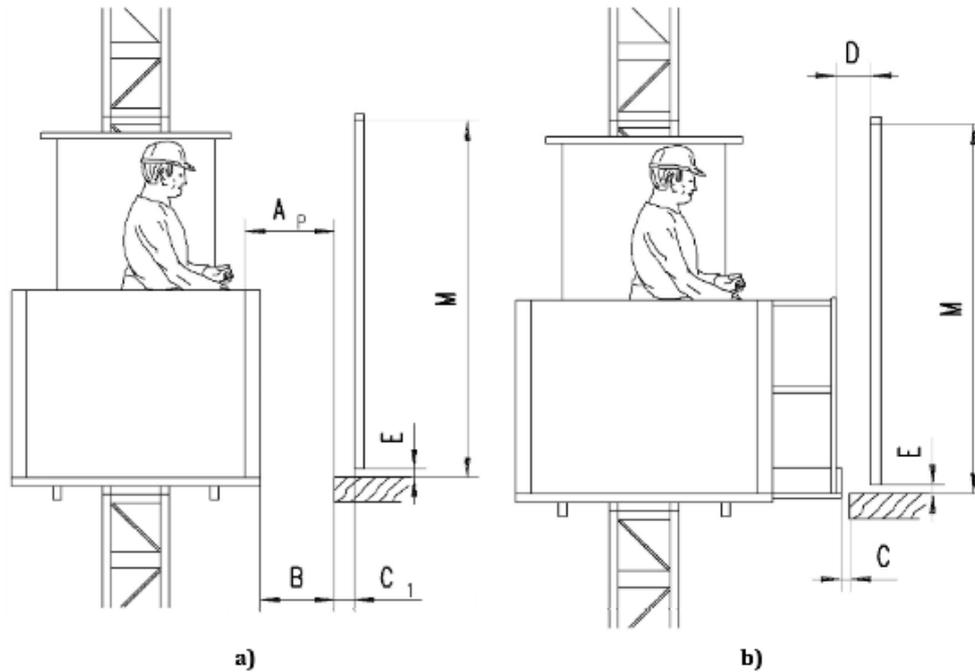

Figura 3 – Cancelli del pianerottolo a tutta altezza
3.2.1 Cancelli a tutta altezza (vedi figura 3)